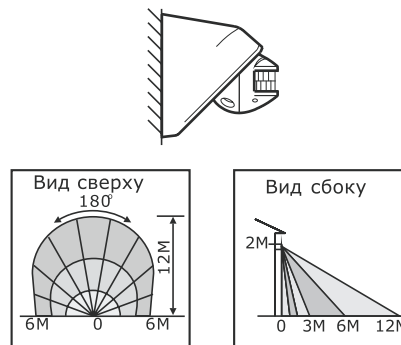

Рис. 1
2. Датчик может быть установлен на стену или потолок. Наилучшая высота для установки находится в пределах 2 – 2,4 м, максимальная зона регистрации 180°, 12 м (см. рис. 1).
(1) Головка датчика в горизонтальном положении (см. рис. 1).